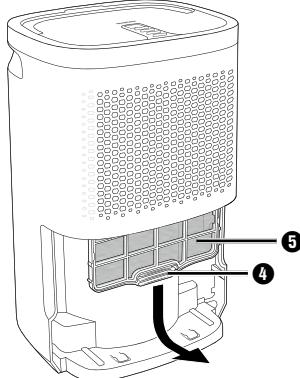

Abb. 4
- ◆ Führen Sie den Kunststoffrahmen 4 mit eingesetztem Luftfilter 5 an den Haltelaschen des Gehäuses vorbei und ziehen ihn nach unten aus dem Gerät heraus (siehe Abbildung 4).